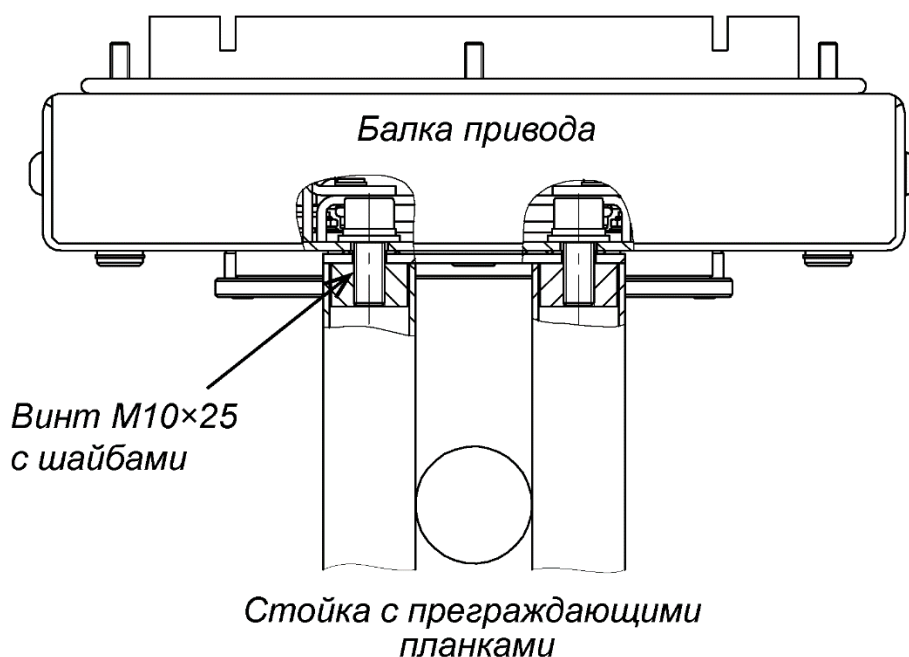

Рисунок 14. Крепление балки привода (8) к стойке с преграждающими планками (5)
- Закрепите балку привода на стойке с преграждающими планками (5) двумя болтами М10×25, ключ SW8 (см. рис. 14).